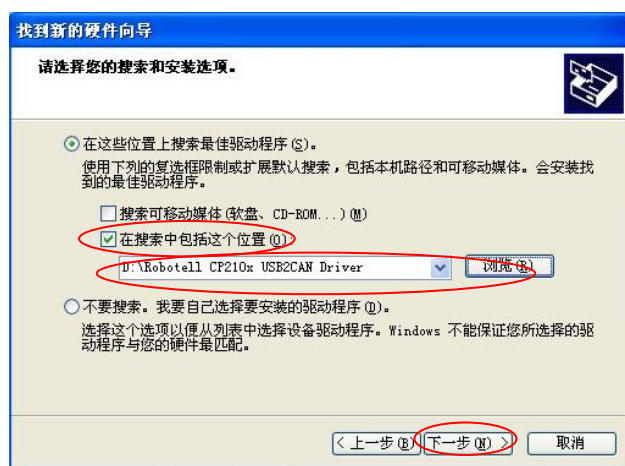
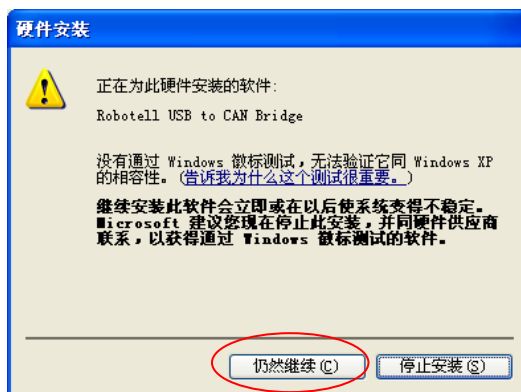

图 3-4 安装驱动程序 (2)
图 3-5 安装驱动程序 (3)
第二步：选择 ☒ 从列表或指定位置安装 (高级) (S)，单击 ，出现如图 3-4 所示界面。
第三步: 如图 3-4 所示, 选择 ☒ 在搜索中包括这个位置 (Q):, 点击 选择包含公司提供驱动程序的文件夹, 单击 , 可能会弹出如图 3-5 所示界面, 点击 .